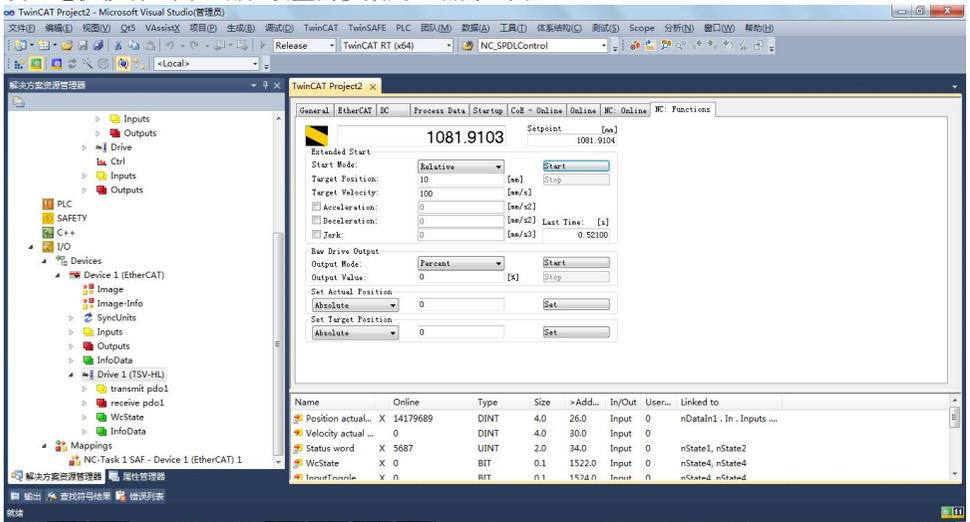

图 14
11、选择 NC:Function 标签，设置相对移动距离 10mm，速度 100mm/s，点击 start 一次，电机移动一圈，确认设置的参数是正确的（图 14）。